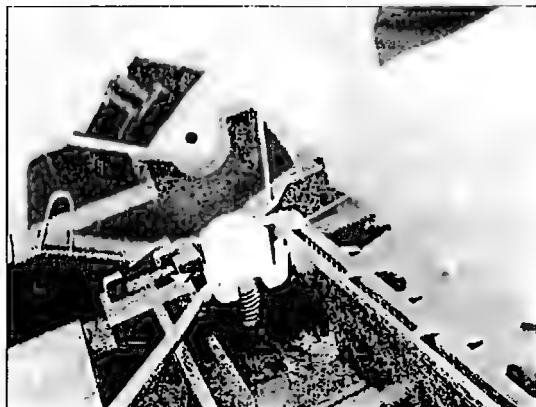

Рис. 6.39
- С левой стороны в основании установлена подпружиненная втулка. Сжав защелки (показаны стрелками на рис. 6.39), снимают втулку.